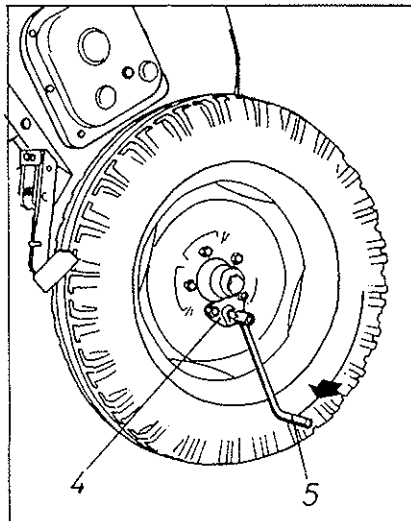

Fig. 3
**TERCERO.-** Se enclava la palanca de los husillos (5-Fig. 3) en el tetón exterior de la rueda derecha (4-Fig. 3) y se dan algunas vueltas hasta que la semilla empieza a caer en la bandeja. Esta semilla se devuelve a la tolva y se empieza a dar las vueltas reales de la prueba según el cuadro siguiente: